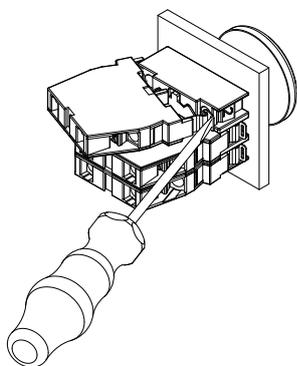
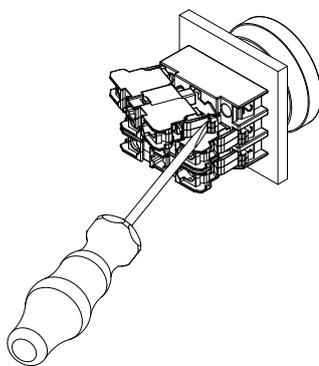

Fig. 8
Fig. 9
1. Démontage des éléments de contact EF au moyen d'un tournevis plat taille 2 (Fig. 8). Démontage des éléments de contact RF au moyen d'un tournevis plat avec une largeur recommandée de 5,5 mm (Fig. 9)